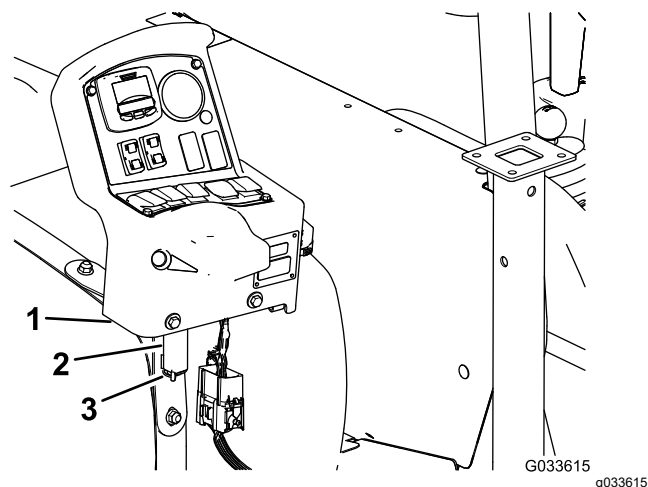

Рисунок 134
7. Снимите консоль с монтажного кронштейна на приборной панели автомобиля и совместите ось поворота управляющей консоли с кронштейном для хранения на переднем хомуте бака (Рисунок 134); см. Установка управляющей консоли на автомобиль \(страница 23\).
8. Установите консоль на кронштейн и прикрепите ось поворота к кронштейну с помощью шплинта (Рисунок 134).